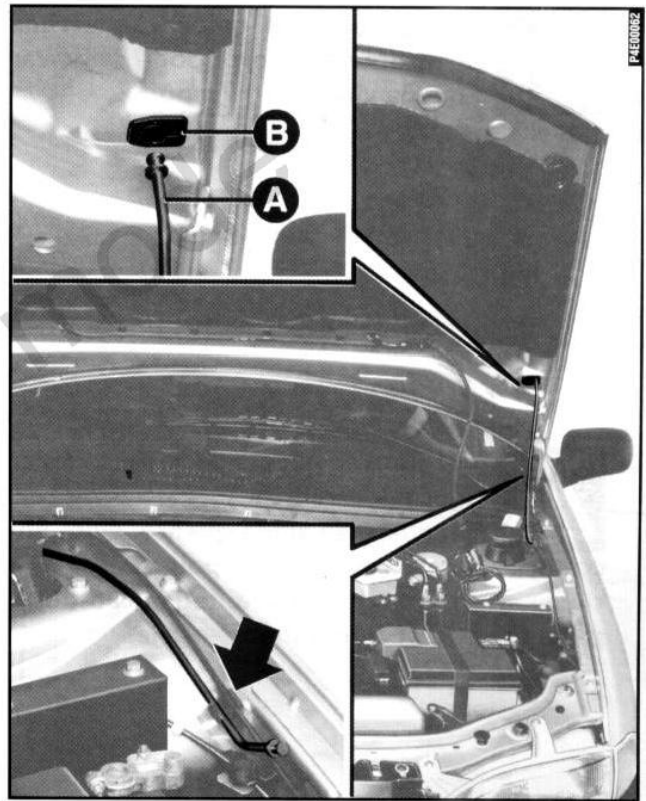

fig. 74
3) Levantar o capô segurando-o pela parte central e, simultaneamente, soltar a vareta de suporte **A**-fig. 74 do seu dispositivo de bloqueio.
1) Manter levantado o capô com uma mão e com a outra tirar a vareta **A-fig. 74** da abertura **B** e repô-la no seu dispositivo de bloqueio.